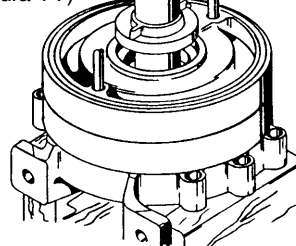

Figura 4-7
9. Resbale un buje inter-etapas sobre el eje. La cara que usa lisa se debe instalar contra el anillo (# 9B).(refer para figura 4-7)